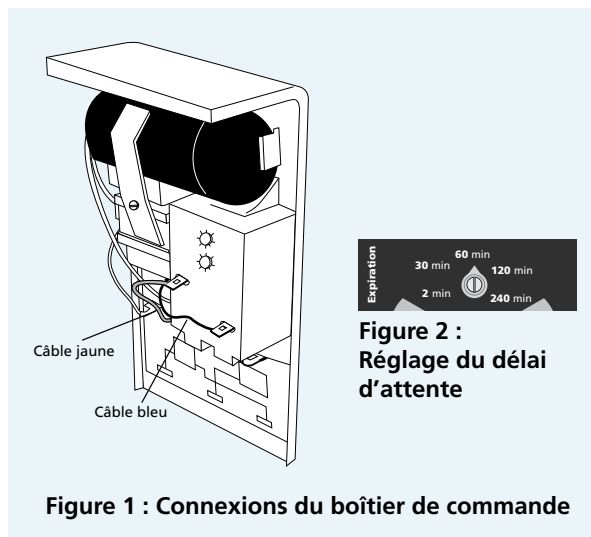

Figure 1 : Connexions du boîtier de commande
4. Faites glisser l'aspiration du Pumptec QD sous le condensateur de démarrage et poussez-la, face vers le bas, pour rejoindre les bornes L1 et L2 (voir Figure 1).